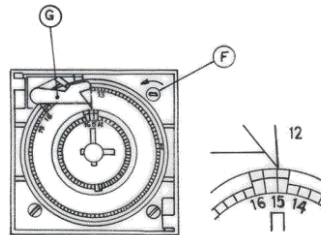

Рис.8
Для установки времени используйте ручку (F), вращая ее против часовой стрелки. Время устанавливается относительно рычага (G). НАПРИМЕР: если мы хотим установить 15 часов, цифра 15 должна быть совмещена с меткой указанной на рычаге (G), а стрелки как на Рис.8.